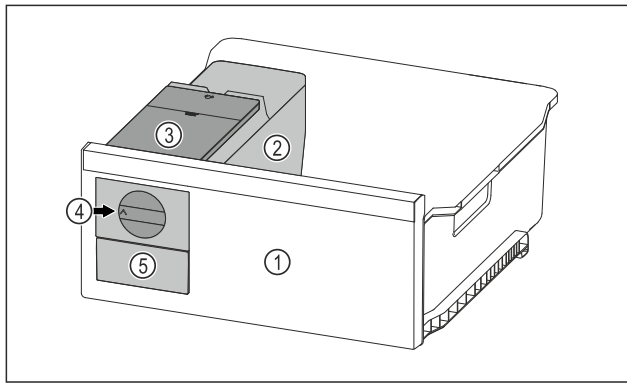

Fig. 122 Représentation à titre d'exemple
- ▶ Tourner le bouton rotatif *Fig. 122 (4)* dans le sens horaire jusqu'à la butée.
- ▶ Les glaçons tombent du bac à glaçons dans le tiroir à glaçons *Fig. 122 (5)*.